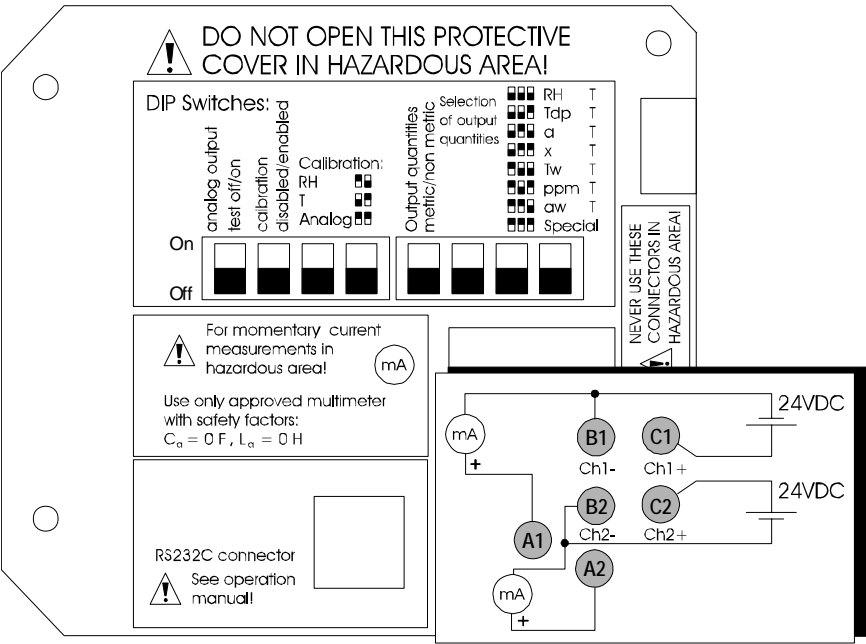

图 25 连接电源和万用表，进行校验
1. 用香蕉插头把电源（12...24VDC，如果用串口，最小电压 15VDC）连接到端子B1（－）和C1（＋）（通道 1），见第 55 页 图 25。